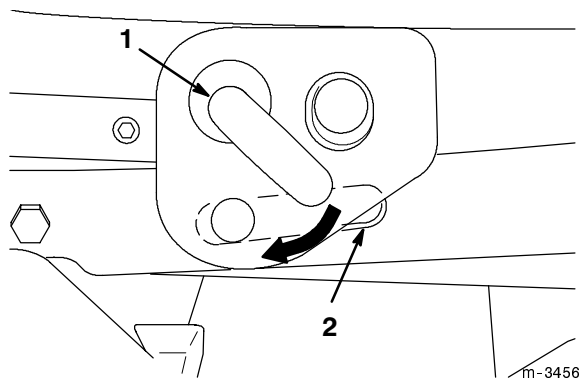

Abbildung 6
6. Den Absenkhebel ganz herunterlassen und das Mähdeck so ausrichten, dass der J-Stift des Hebels herausgezogen und in den Schlitz im Montagebügel des Mähwerks geschoben werden kann (Abb. 6).